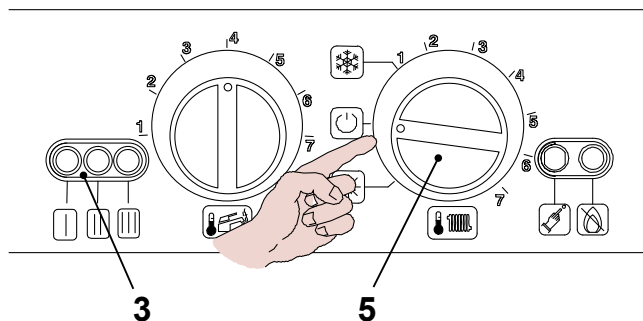

рис. 6.5
- Выключите бойлер, установив переключатель функций 5 в положение "O" как на рис. 6.5 .